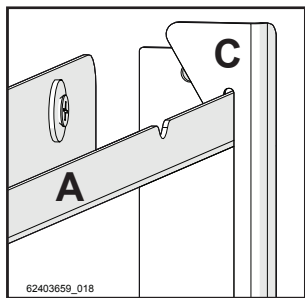
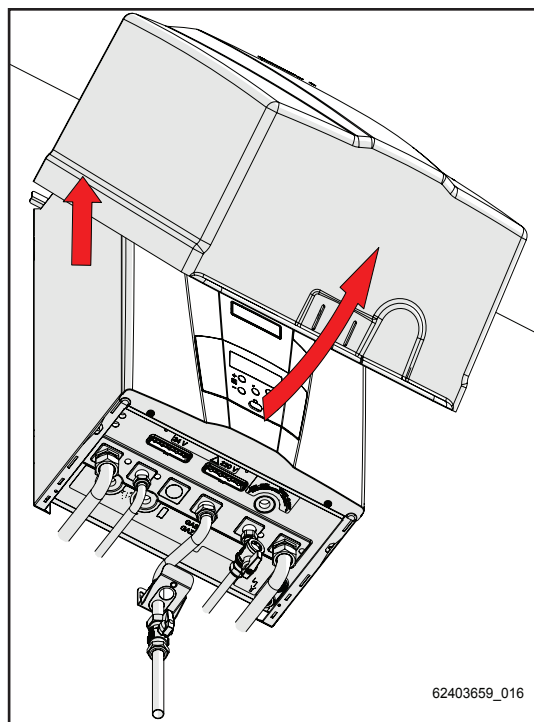

Figura 5-51
Figura 5-58
- 7 - Applicare la copertura come mostrano le figure 5-48, 5-49 e 5-50 in sequenza; accertandosi che i ganci "C", presenti nel telaio della copertura, vadano ad ancorarsi sulla staffa di fissaggio superiore "A" come mostrato in figura 5-51;
- 3 - Ruotare e sollevare la copertura come in figura 5-58, ricordando di estrarre i ganci del telaio "C" dalla staffa di sostegno superiore "A" come mostrato in figura 5-51.